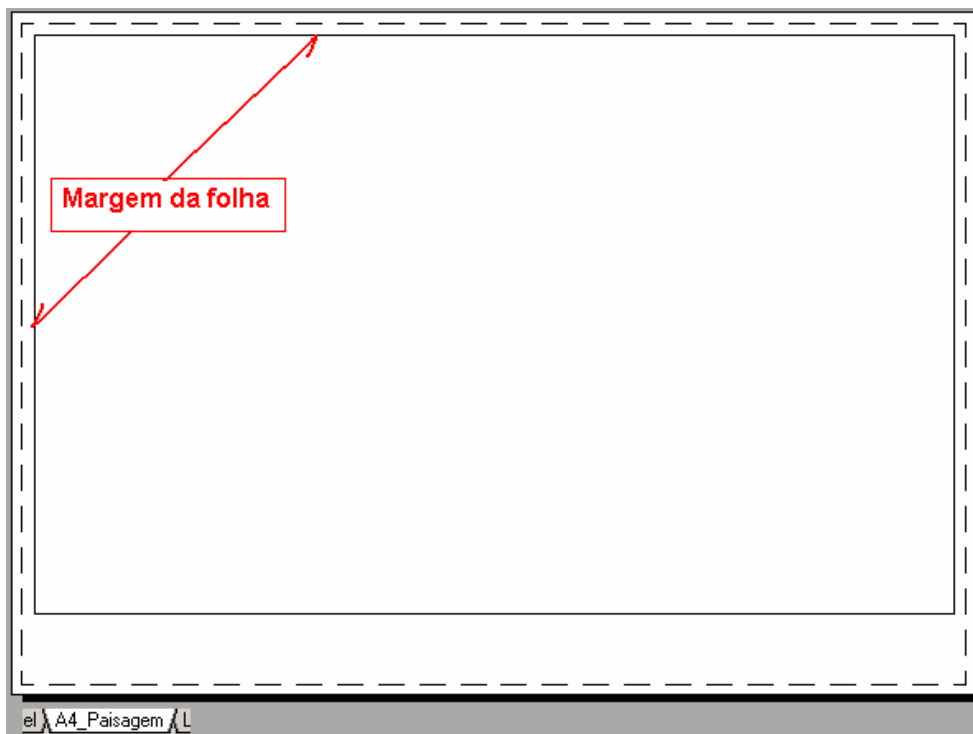
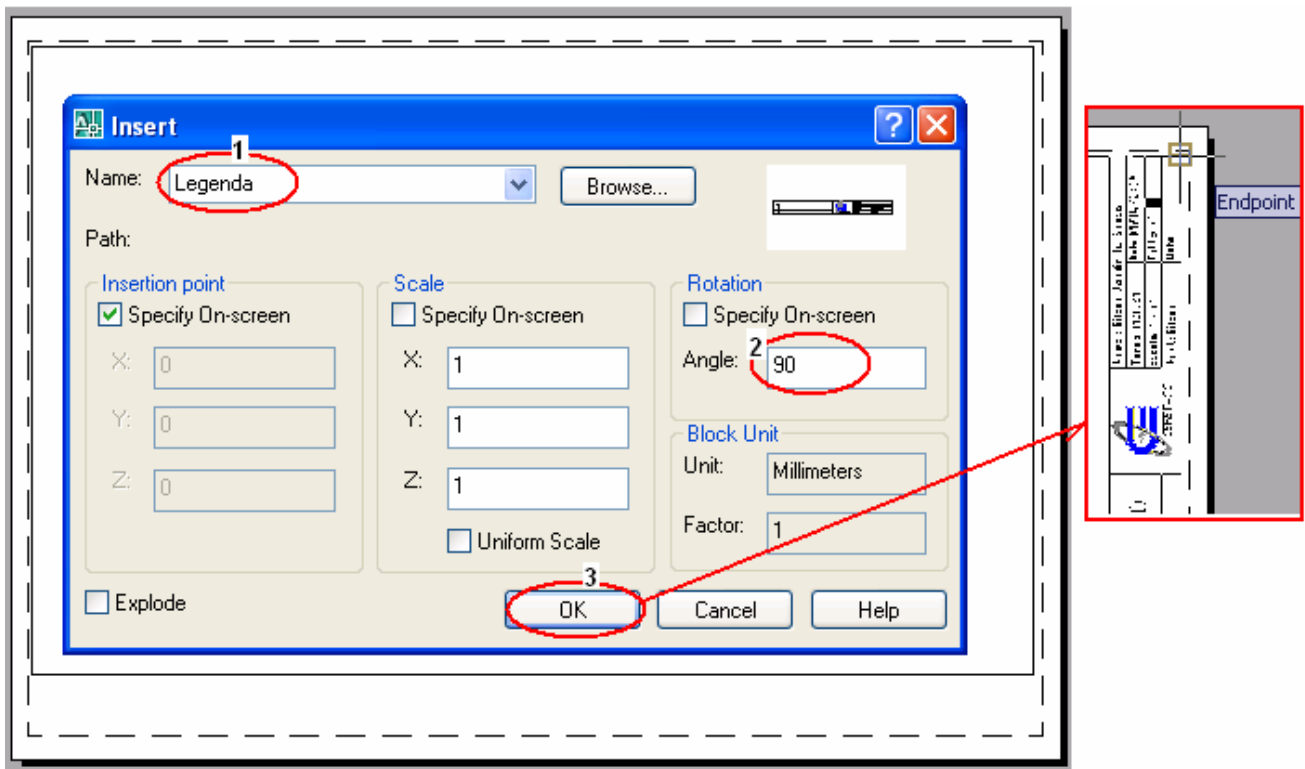

Figura 11.4: Folha A4 com margem na posição paisagem
Figura 11.14: Inserindo um bloco.
Chame o comando *Rectangle* () e informe o primeiro ponto como sendo (4,22) e o segundo ponto como sendo (@ 283,178). Perceba que a margem maior ficou na parte inferior da folha, e que com o posicionamento da legenda no lado direito a margem maior ficará no lado esquerdo da folha. A figura 11.4 mostra a folha A4 com margem na posição paisagem.
1. Clique em (*A4_Paisagem*), você tem o que mostramos na figura 11.4: Folha A4 com margem na posição paisagem. Clique na barra de ferramentas em (*Insert Block* (Inserir Bloco)), surge à janela *Insert* (inserir), mostrado na figura 11.14. Escolha o nome do bloco (1); ajuste o ângulo para 90° (2); clique em Ok (3) e depois no ponto onde será inserido o bloco, neste caso clique no canto superior direito na margem da folha.